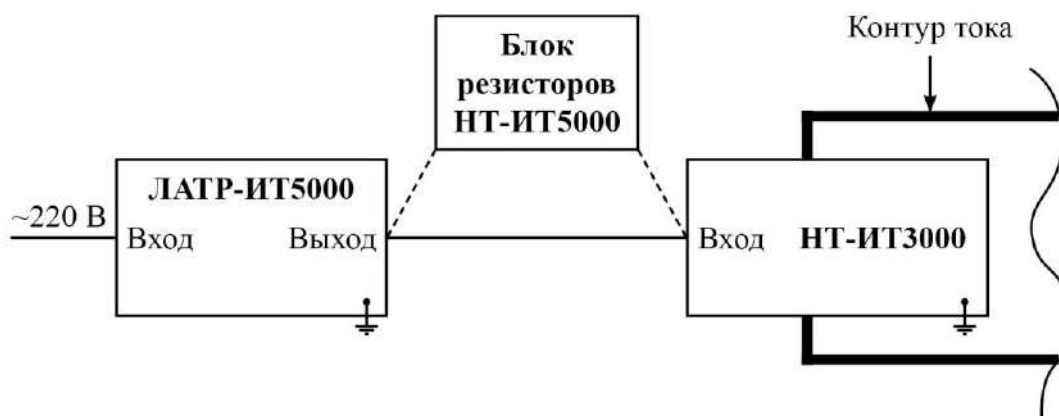

Рис. 1. Схема включения ИТ3000
На рис. 1 приведена схема включения ИТ3000. Регулятор напряжения ЛАТР-ИТ5000 подключается к сети переменного тока 220 В. Розетка «Выход» ЛАТР-ИТ5000 соединяется с вилкой «Вход» НТ-ИТ3000 кабелем «ЛАТР-НТ». Кабели «К-240», «К-120», «К-50», «К-16» используют в качестве внешней обмотки (контура тока). Их пропускают через отверстие на блоке НТ-ИТ3000 и подключают к первичным обмоткам измерительных ТТ. При работе на номинальных первичных токах 250, 200 и 150 А для проверки одно- и пятипроцентных значений тока измерительных ТТ между блоками ЛАТР-ИТ5000 и НТ-ИТ3000 необходимо включать Блок резисторов НТ-ИТ5000.
1) Собрать схему включения ИТ3000 (см. рис. 1). Собрать схему для поверки ТТ согласно рис. 3 ГОСТ 8.217–2003.